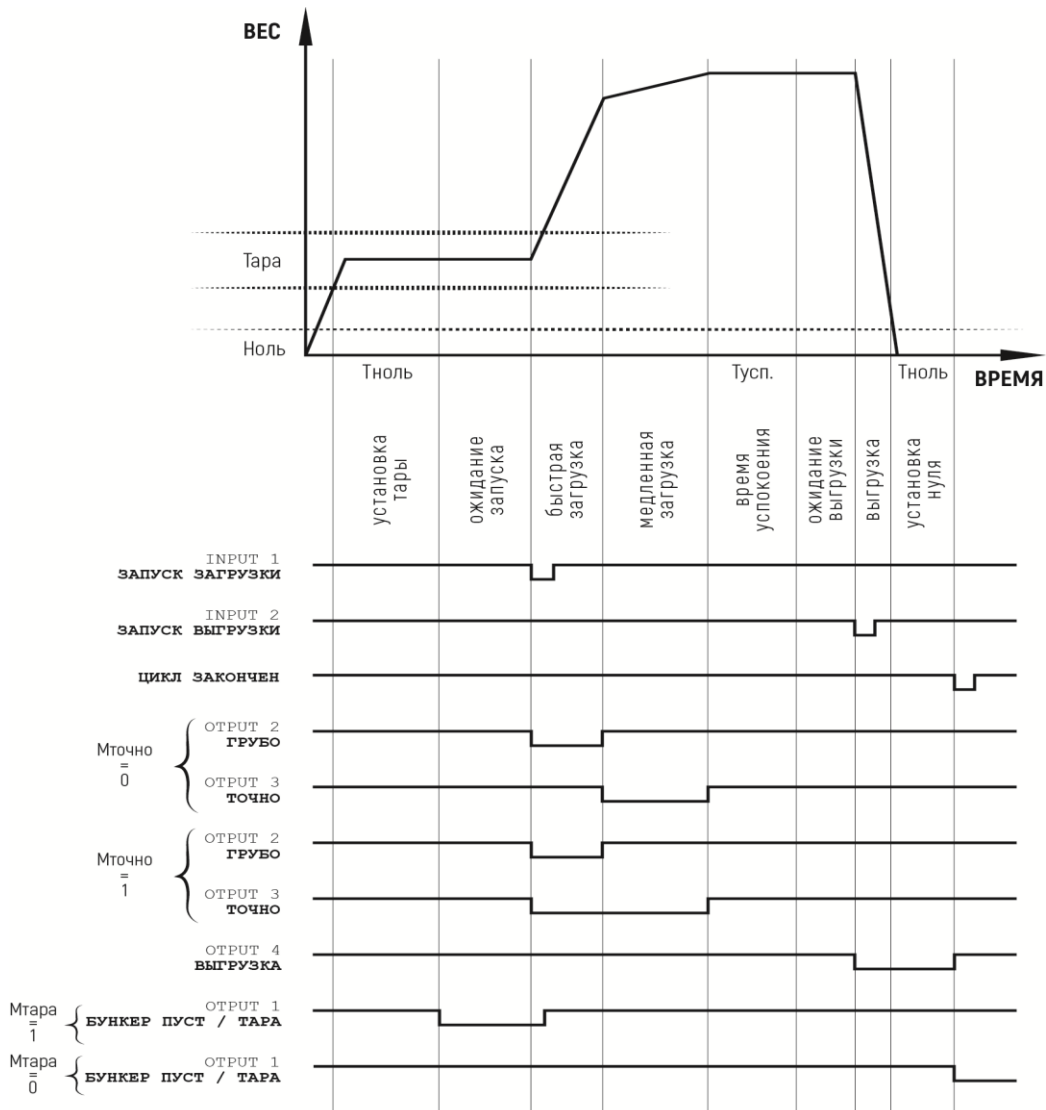

Рис. 4. Этапы дозирования
1. Пока не набрана вся доза, после 8 этапа (см. рис.4) происходит переход к первому;